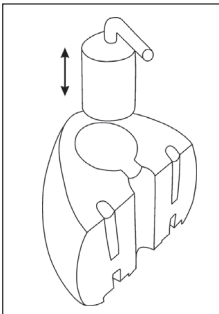

Fig 6
2. Retirer le réservoir d'eau ainsi que le filtre anti-calcaire -Fig.6.